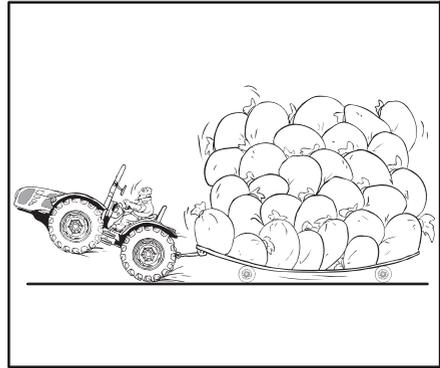

Abb. 2.17
- Den Traktor nicht zu stark belasten oder mit zu viel Ballast beschweren. Niemals Ballast hinzufügen, um eine Überlastung auszugleichen. Die Last reduzieren (Abb. 2.17).